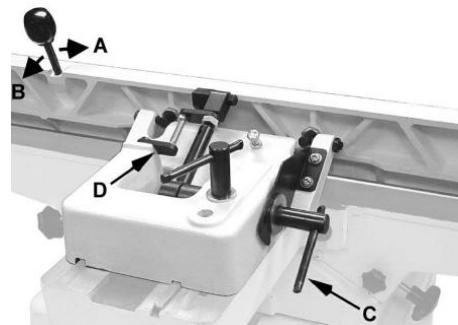

Рис. 19
1. Ослабьте фиксатор (С, Рис. 19).
2. Переместите рычаг вперед (А, Рис. 19) до желаемого угла до 45 °. Можно также разместить контрольный инструмент на столе и на упоре и отрегулировать положение упора так, чтобы угол упора сравнялся с фаской измерительного инструмента.
3. Затяните фиксатор (С, Рис. 19).
2. Ослабьте фиксатор (С, Рис. 19).
3. Откиньте стопорный блок 90° (D, Рис. 19) в сторону.
4. Переместите рычаг (В, рис.19) назад на желаемый угол до 135 °. Можно также поместить свою скошенную деталь-шаблон на стол и на упор, отрегулировав упор таким образом, чтобы угол упора сравнялся с фаской детали-шаблона.
5. Затяните фиксатор (С, Рис. 19).
Важно: Когда операция, требующая определенного наклона, завершена, и упор возвращен на угол 90°, не забудьте перевернуть стопорный блок 90° (D, рис. 19) обратно в стандартное положение.